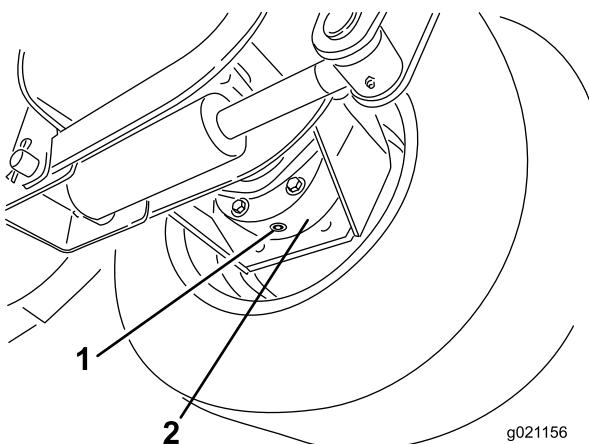

Figura 74
- Coloque un recipiente debajo del alojamiento del freno, retire el tapón y deje que se drene el aceite (Figura 74).